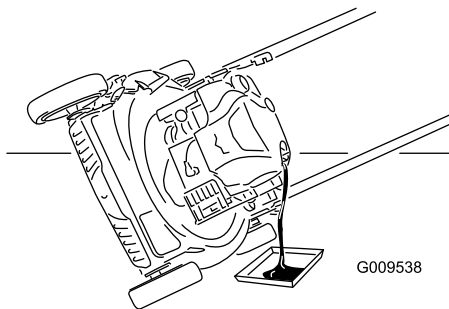

Figure 24
- Inclinez la tondeuse sur le côté (filtre à air en haut) pour vidanger l'huile usagée par le goulot de remplissage (Figure 24).